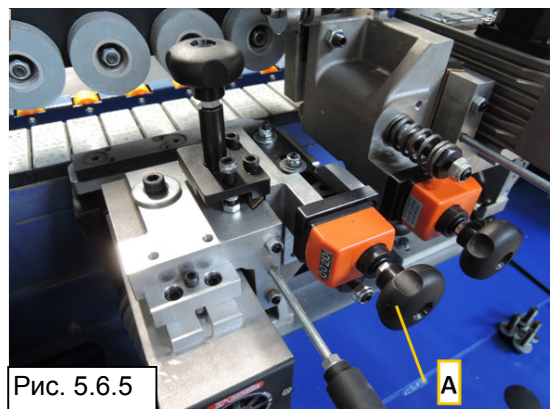

Рис. 5.6.5
2. Для установки глубины резания поворачивайте ручку А (Рис. 5.6.5).